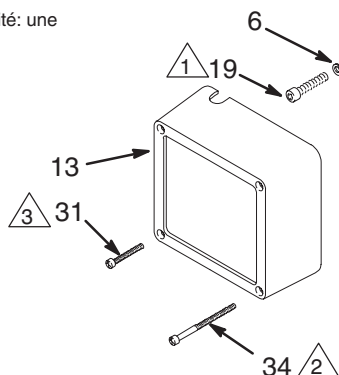
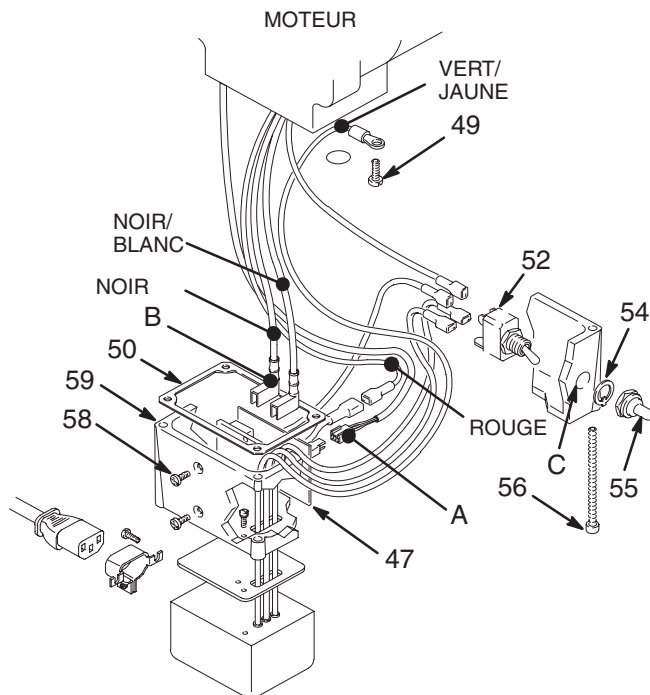

Fig. 22
Fig. 23
**REMARQUE:** Voir Fig. 22 sauf indication contraire.
3. Retirer les vis (56) et abaisser le boîtier de raccordement (59). Débrancher les fils du moteur et le fil de contrôle de pression (A) de la carte de démarrage du moteur. Voir Fig. 23, page 24.
4. Déposer le capot frontal (13).
5. Tourner la tige de la pompe (107) de telle manière que le trou de goupille soit aligné avec la vis inférieure du carter d'entraînement (19). Voir Fig. 21. Retirer les trois vis du carter d'entraînement et les rondelles-freins (19, 6). Voir aussi Fig. 22.
6. Retirer les deux vis moteur (5) et les rondelles-freins (6).
7. Tapoter la partie inférieure du carter d'entraînement (11) avec un maillet en plastique pour dégager le moteur. Sortir le carter d'entraînement du moteur en guidant le faisceau de fils (A) du moteur. Veiller à ne pas laisser tomber le pignon (16). Lire la rubrique **ATTENTION**, page 25.
8. Retirer les deux vis (46) et dégager l'ensemble de moteur du châssis (66) en le soulevant.
9. Aligner le moteur neuf sur le châssis et remettre les vis (46) en place.
11. Brancher les fils de la boîte de raccordement. Se reporter à la figure 23 de la page 24. Remonter la boîte de raccordement.
12. Connecter la tige de piston (107) au carter d'entraînement; voir la rubrique **remontage de la pompe**, point 2 à la page 22 ainsi que la mise en garde suivante.
**REMARQUE:** Voir Fig. 23 pour cette procédure.
2. Retirer les vis (56) de la boîte de raccordement et abaisser la boîte (59).
3. Débrancher les fils du moteur (B) et le connecteur à 3 broches (A) de la carte de démarrage du moteur (47). Repérer très soigneusement les endroits où les branchements s'effectuent.
4. Retirer les vis (58) et la carte de démarrage du moteur (47). Transférer la pâte thermique blanche de l'ancienne carte à la carte neuve.
5. Installer la nouvelle carte de démarrage moteur. Reconnecter tous les fils. Remonter la boîte de raccordement. S'assurer qu'aucun fil n'est coincé contre le moteur ou par la carte. Veiller à ce que le joint (50) soit mis en place.
3. Débrancher les fils du cordon d'alimentation électrique, y compris le fil vert raccordé à la vis de terre (49).
4. Desserrer la douille de serrage (51). Retirer le cordon d'alimentation (57).
5. Mettre le nouveau cordon (57) en place dans l'ordre inverse du démontage.
6. Remonter la boîte de raccordement. Veiller à ce qu'aucun fil ne se trouve coincé contre le moteur ou par la carte de démarrage du moteur. S'assurer que le joint (50) est bien en place.
3. Retirer l'écrou et la douille isolante en caoutchouc (55).
4. Débrancher les fils noirs de l'interrupteur MARCHÉ/ARRÊT (52) et déposer l'interrupteur.
5. Placer la cosse annulaire du fil de terre sur la borne du nouvel interrupteur. Monter l'interrupteur de manière à ce que la patte de la rondelle-frein (54) s'emboîte dans la gorge verticale du filetage de l'interrupteur et que la patte externe s'emboîte dans le trou borgne (C) de la boîte de raccordement.
6. Poudrer l'intérieur de la douille isolante (55) de talc. Eliminer ensuite l'excès de talc en secouant la douille, puis mettre en place l'écrou et la douille et les serrer.
8. Remonter la boîte de raccordement. Veiller à ce qu'aucun fil ne se trouve coincé contre le moteur ou par la carte de démarrage du moteur. S'assurer que le joint (50) est bien en place.